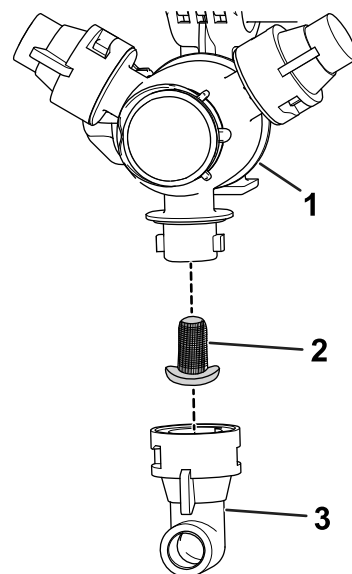

図 98
2. タレットからノズルを外す 図 98。
3. ノズルフィルタを取り外す 図 98。
5. ノズルフィルタを取り付ける 図 98。
6. タレットにノズルを取り付ける 図 98。